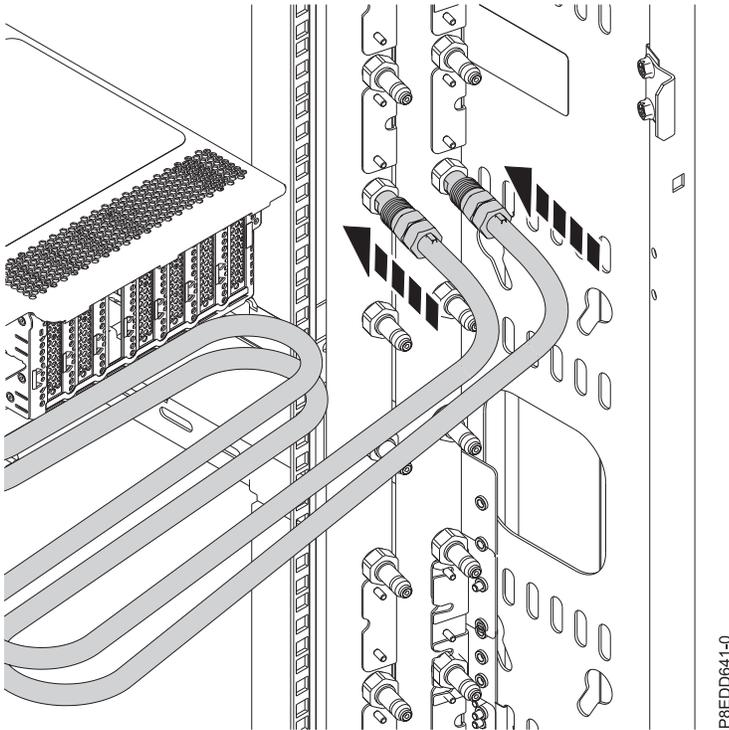

Figura 21. Conexión de las mangueras de agua
7. En un sistema refrigerado por agua, conecte las mangueras de agua de la parte posterior del bastidor en el colector, tal como se muestra en la Figura 21 en la página 18. Asegúrese de enchufar la manguera macho en el enchufe hembra del colector y la manguera hembra en el enchufe macho del colector.